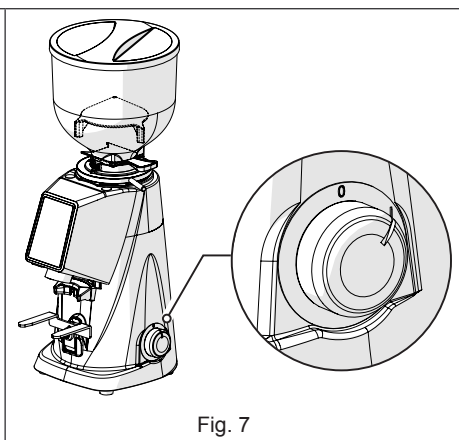

Fig. 7
- Coloque en la posición “I” el interruptor de encendido de la máquina (Fig. 7).